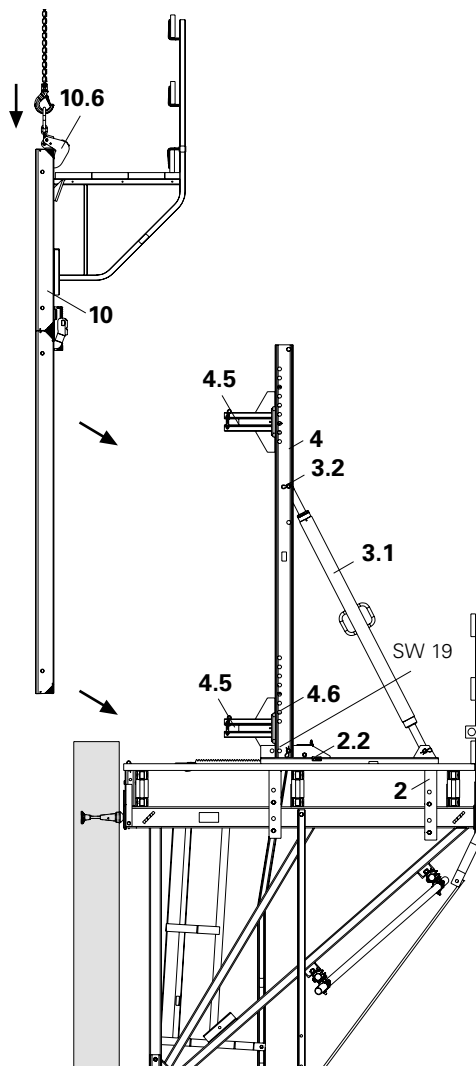

Fig. B2.21
1. Abrir el carro (2) y asegurar con la cuña dentada (2.2), ver B4.1.
2. Fijar los adaptadores CB (4.5) con bulón Ø 25 x 180 y grupilla de seguridad (4.6) al perfil vertical CB (4).
3. Fijar el perfil vertical (4) con bulón Ø 25 x 180 y grupilla de seguridad (4.6) al carro (2).
4. Fijar el tornapuntas (3.1) con bulón Ø 25 x 180 y grupilla de seguridad (3.2) al perfil vertical y arriostrar a este lateralmente. (Fig. B2.21)